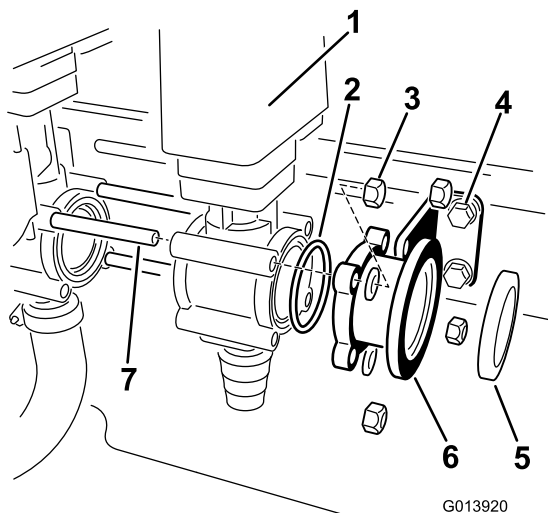

Bild 6
8. Setzen Sie einen O-Ring aus den losen Teilen in die offene Seite des Ejektorventils ein (Bild 6).